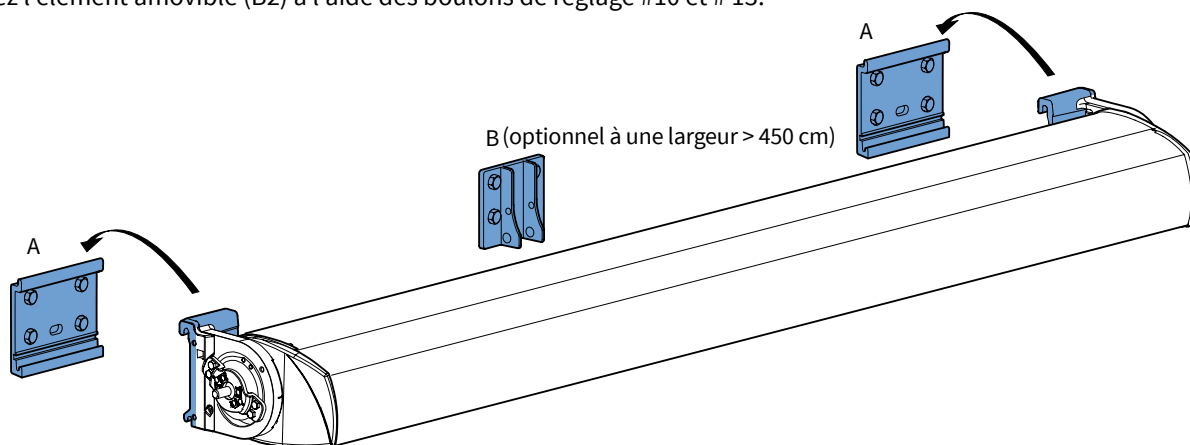

fig. 2.1 Suspension du store
1. Suspendez le store dans les appuis muraux (A). Voir figures 2.1 et 2.2.